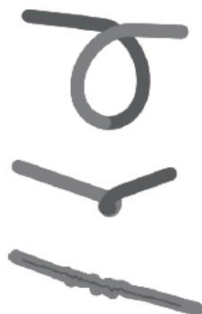

fig. 4
7. Accrochez l'objet à treuiller à l'aide d'une sangle de remorquage ou d'une chaîne (fig. 4).